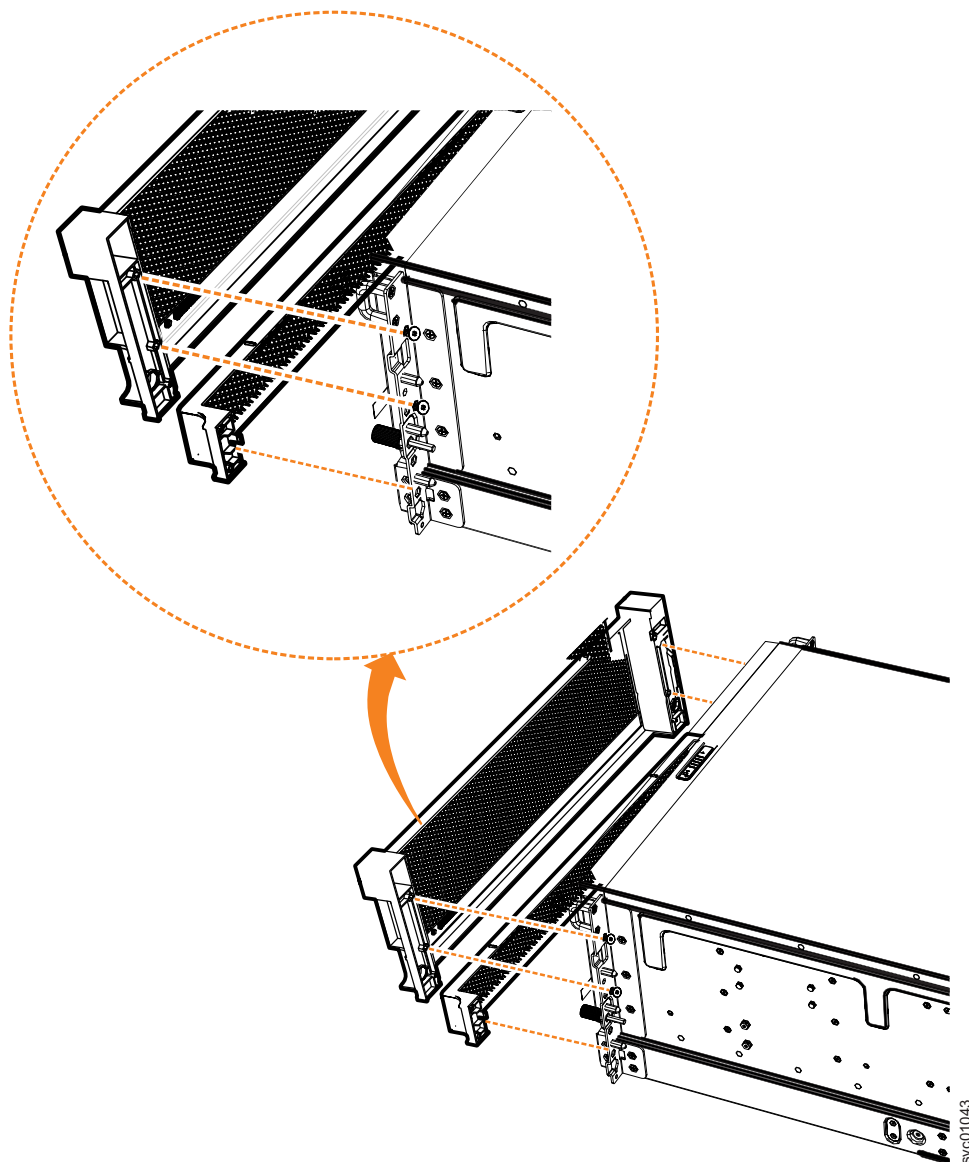

Figura 96. Extraer los componente de carcasa del alojamiento de expansión
2. Extraiga la carcasa frontal quitando los dos tornillos que fijan la carcasa al reborde de cada lado del chasis, como se muestra en la Figura 96 en la página 106.
3. Tire con suavidad de cada lado de la carcasa de PSU para extraerla del chasis, como se muestra en la Figura 96. La carcasa de PSU se desenchaja de la ranura y la patilla que la conectan a cada lado del chasis.